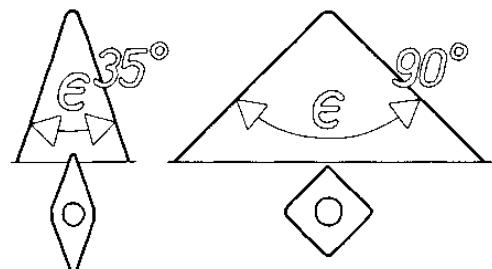

Рисунок 2
29. Угол, показанный на рис.2 называется углом: